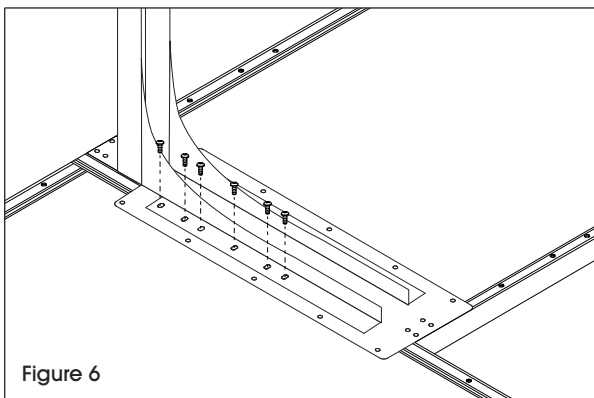

Figure 6
1. Après avoir positionné les deux cadres de table debout, glissez l'extension en L sous la table de base du côté droit ou gauche. Assurez-vous que les coins de table sont alignés et que les six emplacements pour boulons les plus proches du centre du pied sont alignés avec les trous de la surface de table de base. (Voir Figure 6)
2. Fixez le pied en L (6) sur le dessous de la surface de 96 po (5) avec six écrous, boulons et rondelles.